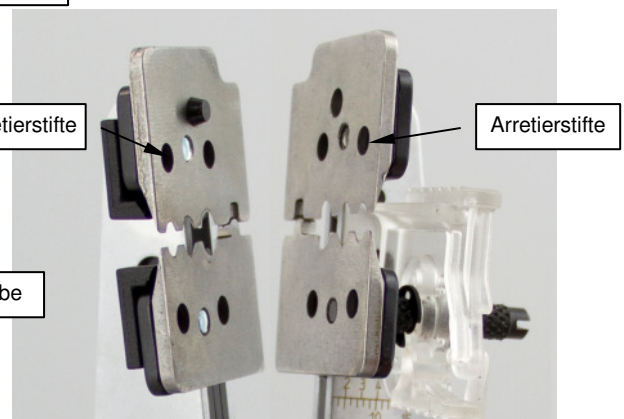

Abbildung 6
4. Neue Messer 5...8 auf Arretierstifte der Messeraufnahme 1...4 aufstecken (geschliffene Seite innen liegend) (siehe Abbildung 6), Leitungszentrierhilfe 10 und 11 montieren.